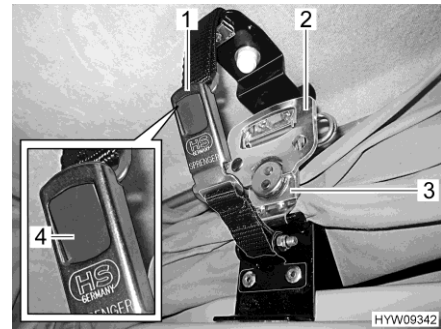

Bild 26 Lås, uppfällbart tak, fram (C 500)
- Öppna säkerhetslåsen (Bild 26,1) på båda sidorna. Tryck därefter på den grå tryckknappen (Bild 26,4).
- Fäll ut vardera handtag (Bild 26,2) på snabbblåset (Bild 26,3) och dra ett halvt varv moturs. Låset är på så sätt upplåst.